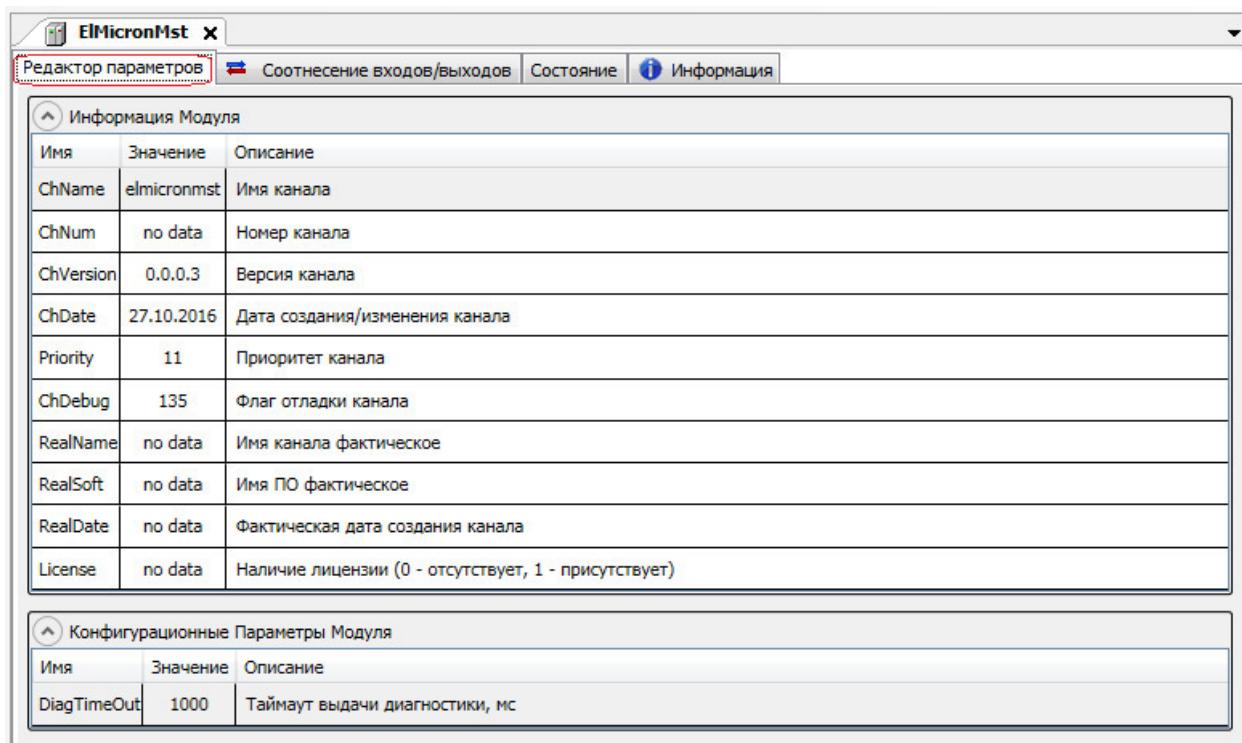

Рисунок 3.44 – Модуль **ElMicronMst**. Закладка **Редактор параметров**
- 2 Перейти на закладку **Редактор параметров** (см. рисунок 3.44).